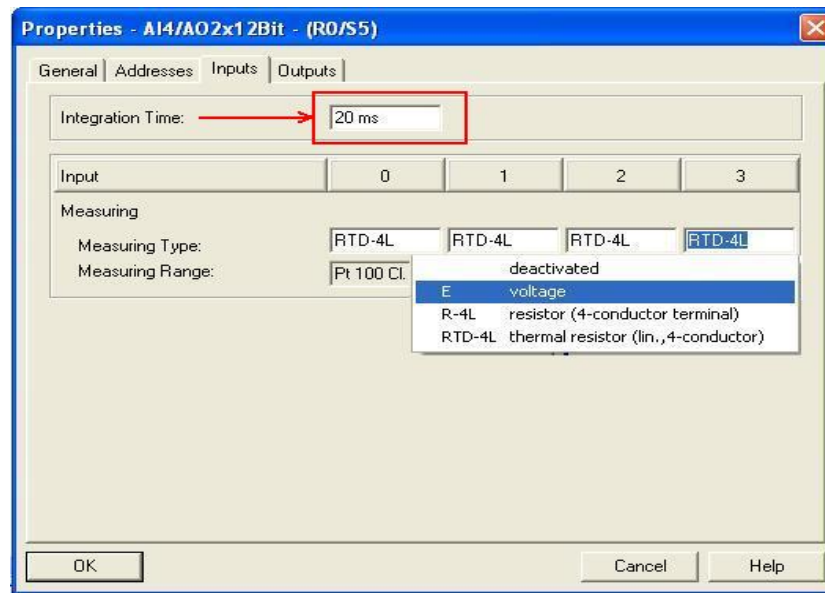

Figura 2.5: Object Properties - Inputs.
- Clique agora na aba *Inputs* (ver figura 2.5). O primeiro parâmetro, *Integration time*, diz respeito ao tempo ( $t$ ) correspondente à frequência de interferência ( $f$ ) que deve ser suprimida pelo filtro do módulo no canal de entrada e deve ser mantido em 20ms. Ainda na figura 2.5 veja que logo abaixo de *Integration Time* há uma tabela cujas colunas representam as quatro entradas do nosso cartão e as linhas representam o tipo de grandeza medida e a faixa de operação suportada. Como mostrado nessa figura, clicando-se em alguma das células da tabela será mostrado os tipos de grandezas suportadas para aquele canal. Sendo que esses tipos irão variar entre tensão, resistência, temperatura (termopar) ou nenhuma (canal desabilitado). Antes de usarmos o módulo analógico devemos sempre verificar se os canais que utilizaremos estão configurados de acordo com os nossos sensores na planta. Outra observação importante é que como os canais do cartão não são internamente isolados uns dos outros, devemos desabilitar todos os canais que não estiverem sendo utilizados.